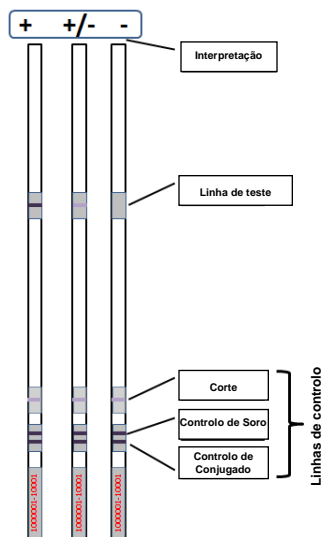

Figura 1: As reações esquema LIA tiras com uma tira de teste.
- Tal como descrito no esquema, as linhas de teste são colocadas acima das linhas de controlo de corte, soro e conjugado (Figura 1). As linhas de controlo do soro e conjugado aparecem no mesmo pedaço de nitrocelulose na parte inferior da tira.
- Conforme marcado na Figura 1, as linhas de controlo do soro e conjugado devem ser claramente positivas, indicando uma experiência bem-sucedida. O corte é uma linha ligeira com variação de intensidade com base nas condições experimentais. O esquema na Figura 1 apresenta um exemplo de uma linha de teste. No LIA da Miosite (Figura 2) existem 14 linhas de teste 3 linhas de controlo. O desenvolvimento da linha de teste depende da amostra. Podem ocorrer reações positivas em diversas intensidades, desde fracas a fortes. **As reações fracas devem ser comparadas com a intensidade da linha de corte dentro da tira.** As reações que forem nitidamente mais escuras ou mais densas do que a intensidade da linha de corte devem ser consideradas positivas.